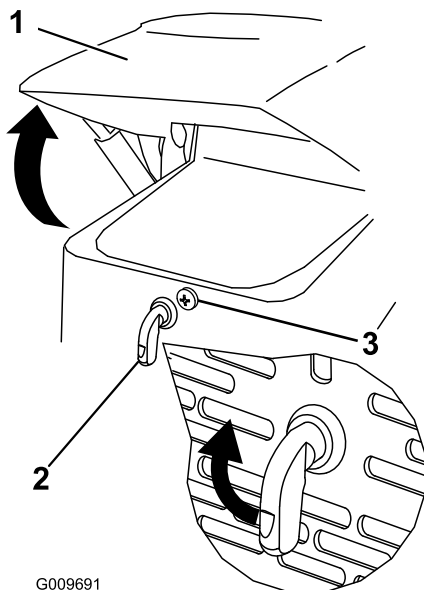

Bild 22
1. Lösen Sie die Arretierschraube an der Motorhaube (Bild 22)
3. Ziehen Sie die Arretierschraube der Motorhaube fest, um den Riegel zu arretieren (Bild 22).
2. Drehen Sie den Motorhaubenriegel nach rechts (Bild 22).
3. Klappen Sie die Haube hoch (Bild 22).